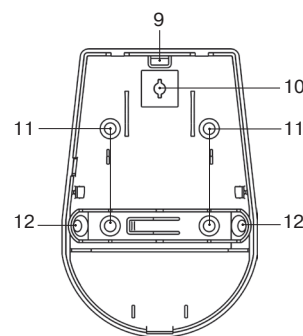

Рисунок 2 – Конструкция «Пирон-4 BLACK»
Основание корпуса с печатной платой представлены на рис. 2б).
В основании корпуса имеются выламываемое отверстие (9) для ввода проводов, а также крепежные отверстия (рис. 2в):
- (10) для крепления основания к кронштейну;
- (11) для монтажа на стене;
- (12) для монтажа в углу.
- Снимите крышку извещателя, отжав отверткой фиксатор крышки через отверстие, расположенное в нижней части основания извещателя (рис. 2а).
- Просверлите в основании извещателя отверстия, которые будут использоваться для прокладки проводов и крепления извещателя (рис. 2в).
В извещателе предусмотрена переключатель SENS HIGH (4) (рис. 2б). При снятой переключателе извещатель работает в режиме нормальной чувствительности (устойчив к перемещению домашних животных массой до 20 кг). При установленной переключателе извещатель работает в режиме высокой чувствительности (устойчив к перемещению домашних животных массой до 10 кг).